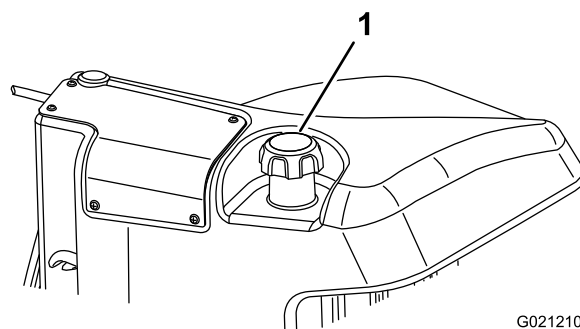

Figura 29
3. Togliete il tappo dal serbatoio carburante (Figura 29).